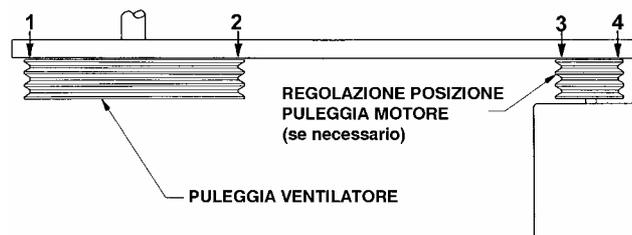

Figura 25 – Verifica allineamento puleggia
9. Per un controllo finale, misurare con un righello la distanza da puleggia a puleggia. Dovrebbero esserci quattro punti di contatto (Vedi Figura 25). Regolare la posizione della puleggia motore, se necessario.